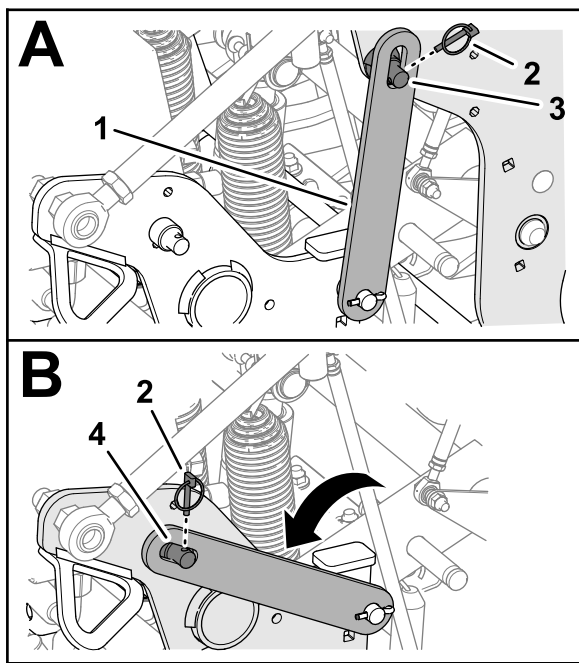

图 103
3. 拆下将检修门锁固定至打孔头支撑销的保险销 图 103。